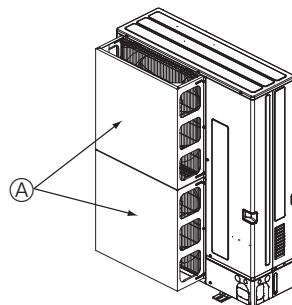

Fig. 2-3
- ② Si la unidad está situada en un lugar expuesto a vientos fuertes como huracanes que puedan entrar en la salida de aire, coloque una guía de aire opcional. (Fig. 2-3)